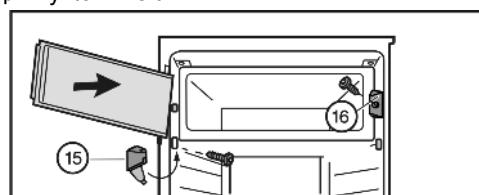

Fig. 7
- ▶ Встановіть замок Fig. 7 (16).
- ▶ Встановіть опорний кронштейн Fig. 7 (15) і закрійте кришку.